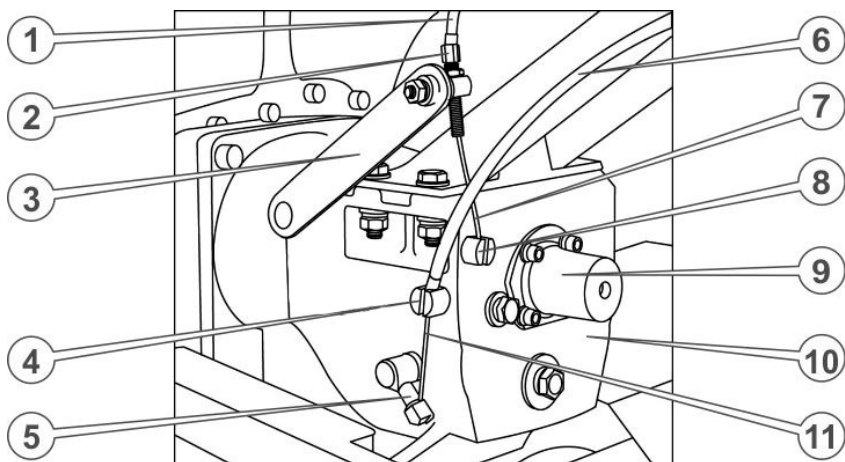

Рисунок 8. – Регулювання тросів ліворуч
30. Приєднати трос управління зчеплення, що йде від важеля на лівій рукоятці керма. Для цього вставити сорочку троса в гніздо головки гвинта рукоятки до упору, закрутіть до упору довгий регулювальний болт на кінці важеля зчеплення (див. рис. 8), вставити трос в отвір цього регулювального болта і завести кінець троса в паз фіксатора, після чого викрутити регулювальний болт до виникнення натягу троса.